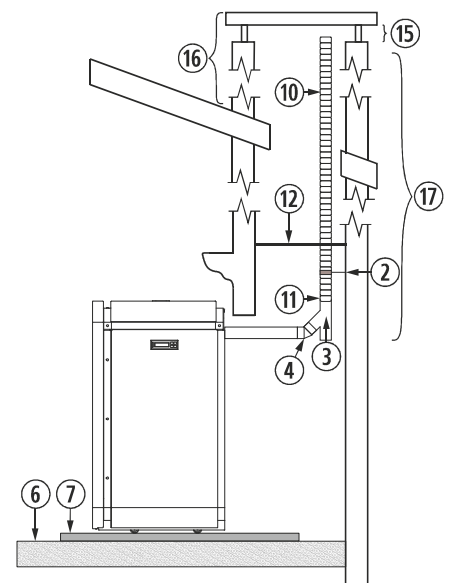

Figura 6
**4.26.** L'installazione di una stufa ad incasso in un caminetto può essere realizzata in completa totalità in un tubo flessibile, così come è indicato nella *figura 6*. Dobbiamo prestare speciale attenzione al momento di realizzare l'isolamento tra il caminetto e il tubo di fuoriuscita di gas per evitare possibili arretramenti di gas in caso di tormenta.
②	Collare di fissaggio in acciaio inox.
③	Giunto a "T" a 135° con filtro.
④	Curva a 45°.
⑥	Pavimento in legno.
⑦	Protezione non infiammabile.
⑩	Tubo in acciaio inossidabile flessibile.
⑪	Manicotto d'unione tra flessibile e rigido.
⑫	Isolante anti -arretramento.
⑮	Minimo 200mm.
⑯	Deve superare di 1 metro il tetto.